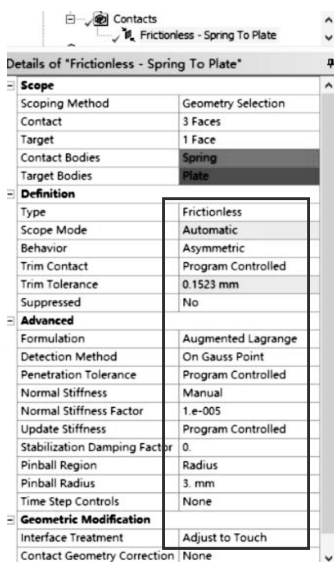

图 2-5 接触设置
(2) 接触设置：单击【Banded-Spring To Plate】→【Details of “Banded- Spring To Plate”】→【Definition】→【Type】= Frictionless，【Behavior】= Asymmetric；【Advanced】→【Formulation】= Augmented Lagrange，【Detection Method】= On Gauss Point，【Normal Stiffness】= Manual，【Normal Stiffness Factor】= $1e-005$ ，【Pinball Region】= Radius，【Pinball Radius】= 3mm；【Geometric Modification】→【Interface Treatment】= Adjust to Touch，其他默认，如图 2-5 所示。